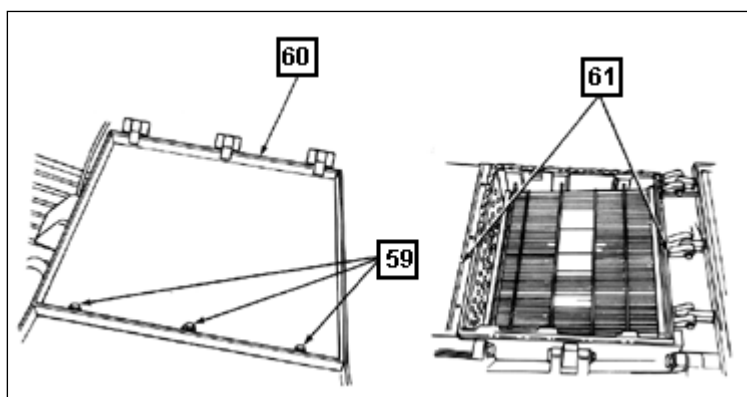

Fig 8-26. Vedação das tampas do filtro de ar do motor
(16) Remover os parafusos e arruelas(59) das tampas(60) do filtro de ar. Abrir as tampas e aplicar uma polegada de produto selante sobre a borda do filtro ar. Fechar o filtro, recolocar os parafusos e reapertá-los. Caso existam furos e rachaduras no filtro, cobri-los com o vedante.(Fig 8-26)